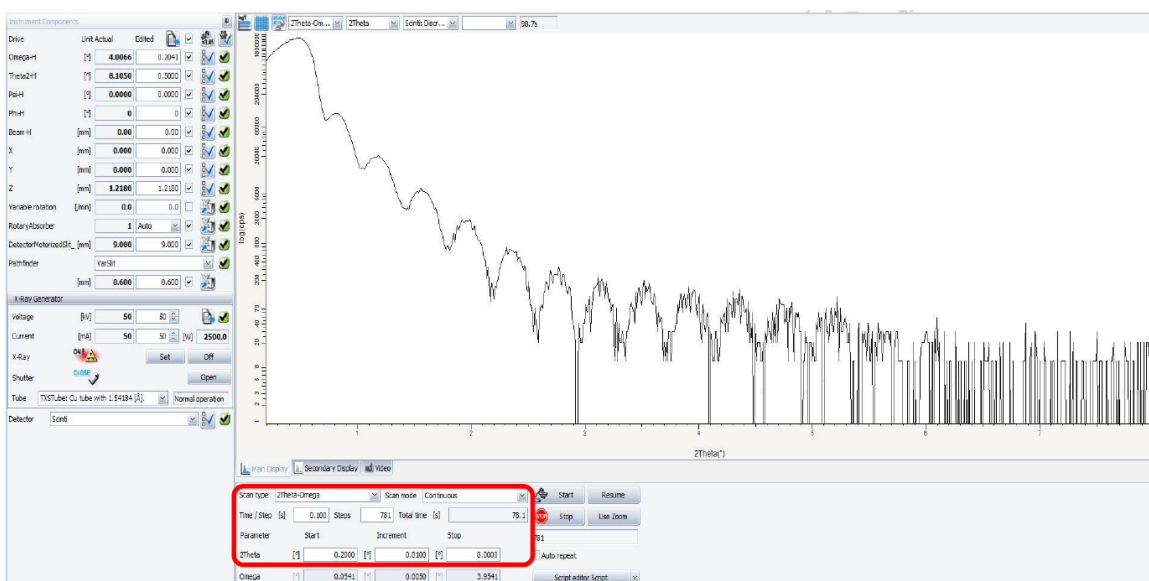

图6-26 薄膜的XRR扫描
6.11.4 XRR扫描：扫描参数：Scan type: 2Theta-Omega, Scan range: $0.2 \sim 8.0^\circ$, Step size: $0.01^\circ/\text{step}$, Time/Step: 0.1s/step（图6-26）。